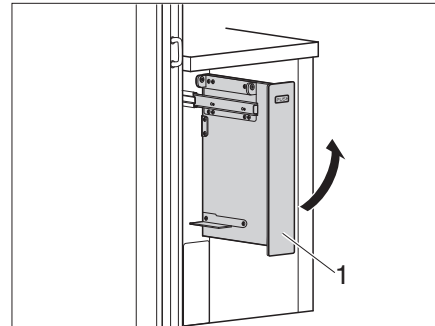

Bild 129 Sväng breddningen uppåt
- Sväng breddningen (Bild 129,1) uppåt.
- Sväng breddningen (Bild 129,1) neråt.